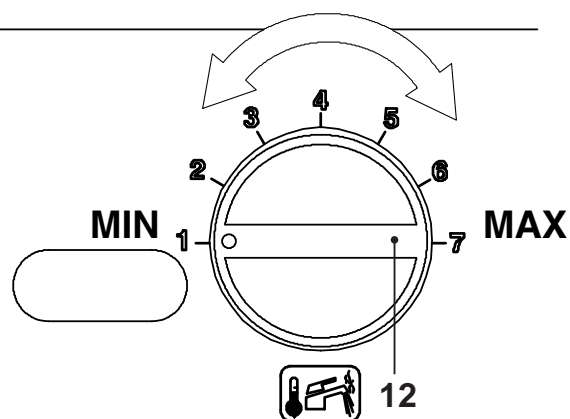

Fig. 9.13
- Ruotare la manopola regolazione temperatura sanitari 12 in Fig. 9.13 al minimo, sul display LCD compare la seguente visualizzazione (la sequenza **P09** si alterna a **01**).